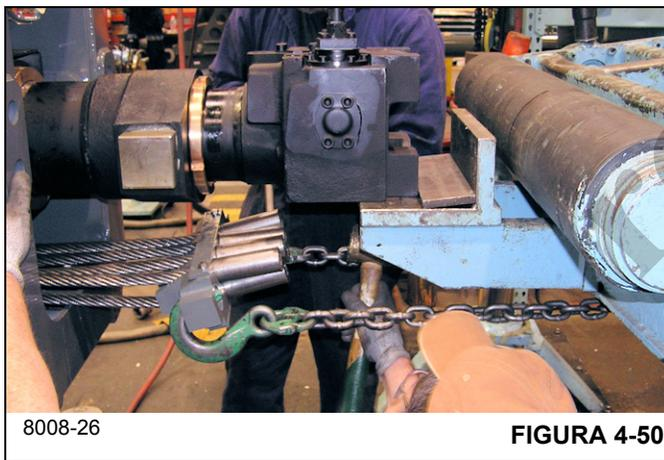

FIGURA 4-50
80. Fixe os ganchos e correntes aos furos na placa de fixação (73) e puxe a placa de fixação até que todos os seis cabos de extensão do telescópio 3 (150) se assentem dentro da placa de fixação (consulte a Figura 4-50).